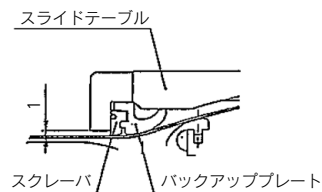

図3
- エンドカバー Ass'y下部とシリンダチューブ上面とのクリアランスが1mm程度になる様に、エンドカバーを調整し固定します。反対側も同様に固定します。(図3)